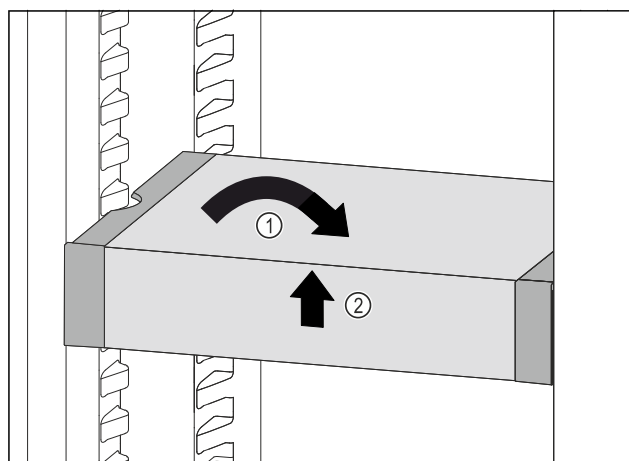

Fig. 108
- ▶ VarioSafe postavte rovno. Fig. 108 (1)
- ▶ VarioSafe nadvihnite vpredu. Fig. 108 (2)